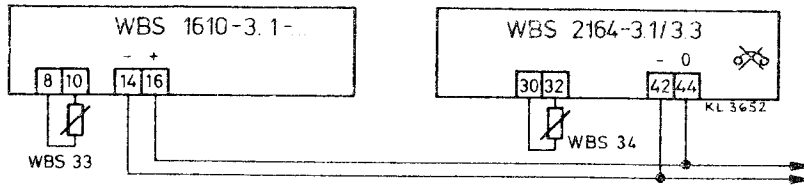

Bild 1 : Meßspannung von der externen Meßschaltung WBS 1610-3.1
3. Elektrischer Anschluß (siehe Bild 1 - 5)